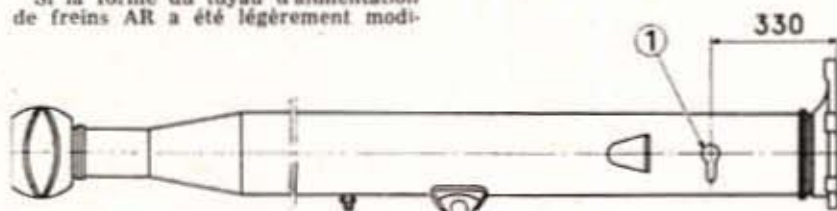

Fig. 52. — Tube de poussée des dérivés 404
Nous avons signalé, au chapitre « Caractéristiques Détaillées », qu'une patte de fixation (1) figure 52 du tuyau intermédiaire d'alimentation des freins AR a été rajoutée, par soudure, sur les tubes de poussée des dérivés 404.